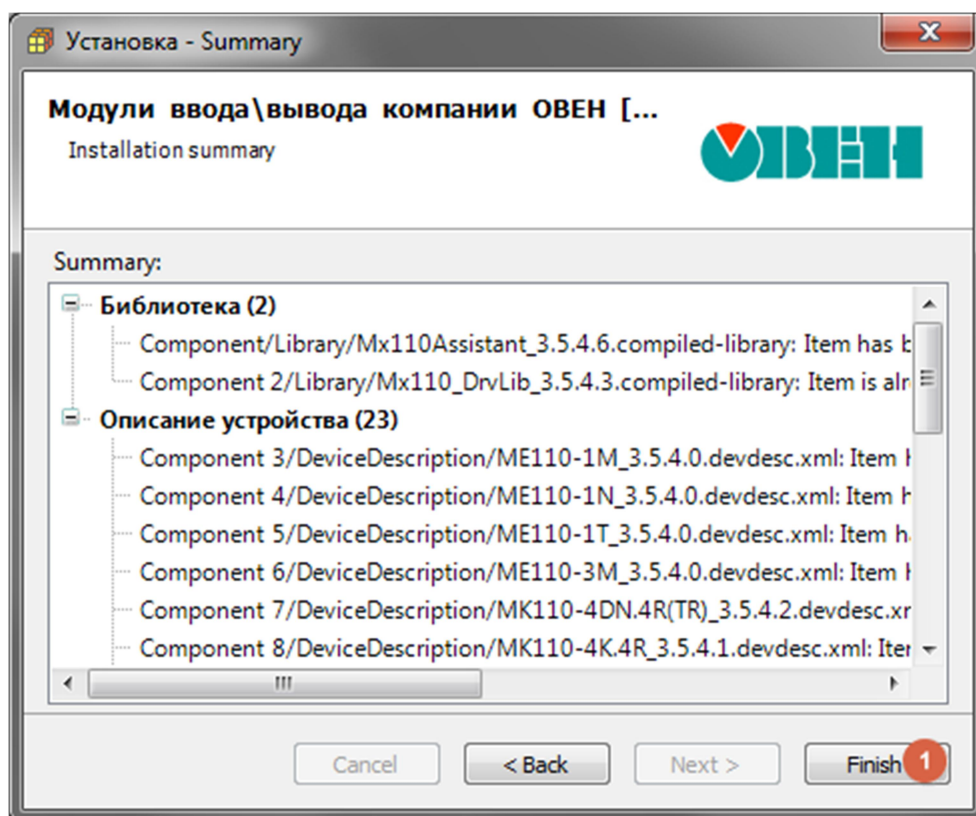

Рисунок 3.5 – Окончание установки
- 3.2.11 Нажмите кнопку «Finish» («1» на рис. 3.5).